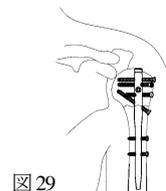

図 29
- 29) インプラントの状態を正面像及び側面像で確認し、縫合して手術を終了します。（図 29）